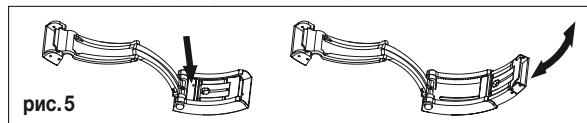

рис. 5
**Высокоточная регулировка длины (рис. 5)**